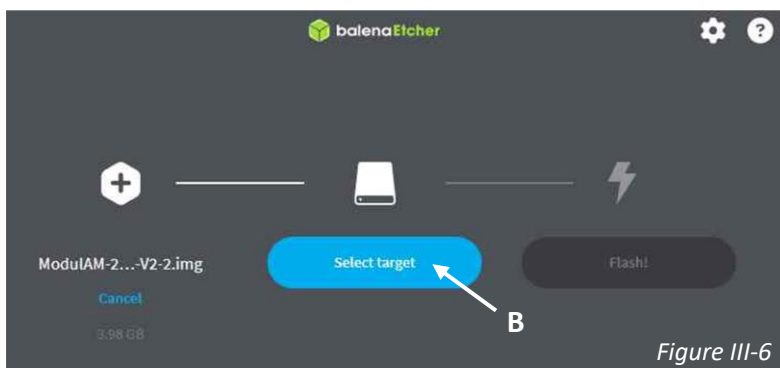

Figure III-6
- **Étape 2 de 3** : la sélection du fichier présente alors la fenêtre visible ci-contre en figure III-6.
- Appuyer sur le bouton « **Select target** » (B sur figure III-6) afin de sélectionner le disque de destination (adaptateur USB / miro SD).